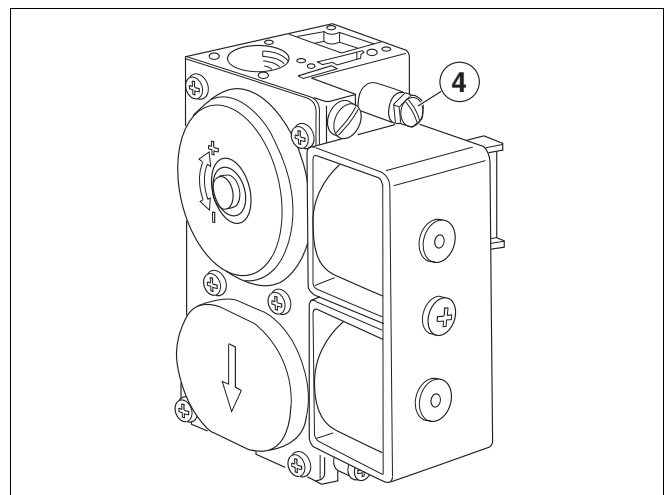

图 2 SIT830 Tandem
- 将连接压力的检验接头闭锁螺钉拧松两圈（图 2 至图 4）；若是 SIT 830 Tandem，则取下闭锁螺钉。